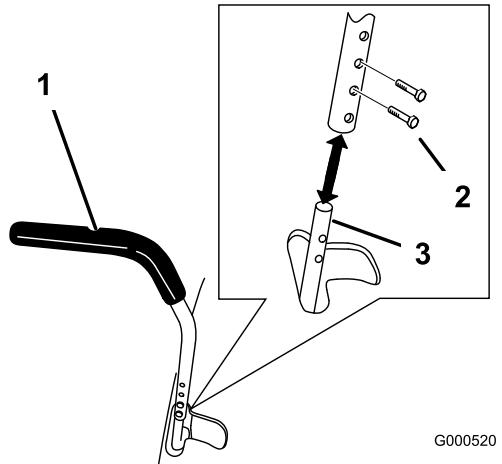

Figura 21
1. Togliete i due bulloni che fissano la leva di comando all'albero del braccio di controllo (Figura 21).
2. Spostate la leva di comando nella serie di fori successive. Fissate la leva con i due bulloni (Figura 21)